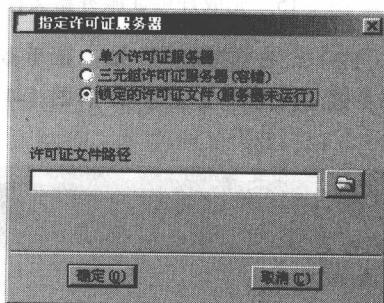

图 1-12 【指定许可证服务器】对话框
(7) 点击  按钮，显示【指定许可证服务器】对话框，如图 1-12 所示。